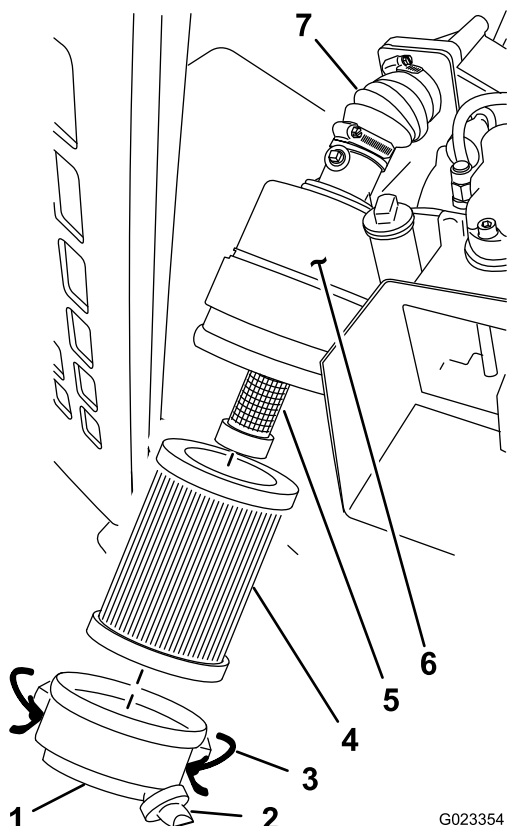

Figura 61
3. Abra los cierres de la tapa del filtro de aire y retírela de la carcasa del filtro de aire (Figura 61).
- A. Instale la tapa del filtro de aire con el tapón antipolvo orientado hacia abajo y hacia atrás, y enganche los cierres de la tapa del filtro (Figura 61).
1. Abra los cierres de la tapa del filtro de aire y retírela de la carcasa del filtro de aire (Figura 61).
2. Retire con cuidado el filtro de aire primario de la carcasa del filtro de aire (Figura 61).
3. Retire con cuidado el filtro de aire secundario de la carcasa del filtro de aire (Figura 61).
5. Instale el filtro de aire secundario en la carcasa del filtro de aire (Figura 61).
6. Instale el filtro de aire primario en la carcasa del filtro de aire (Figura 61).
7. Instale la tapa del filtro de aire con el tapón antipolvo orientado hacia abajo y hacia atrás, y enganche los cierres de la tapa del filtro (Figura 61).